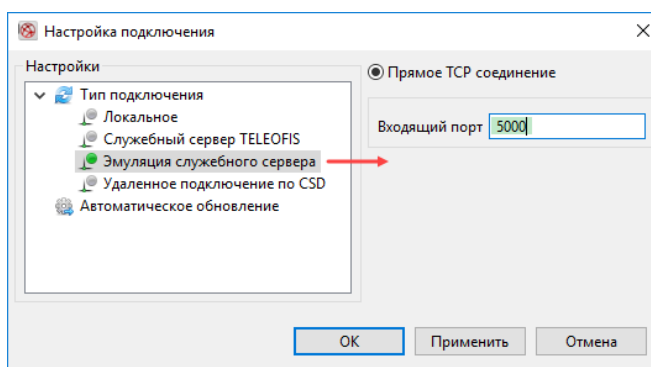

Рис. 34. Эмуляция служебного сервера.
4. В меню **Настройки подключения** («шестерёнки») в левой части окна выберите тип подключения **Эмуляция служебного сервера** и задайте для него номер входящего порта локального компьютера, к которому терминал будет подключаться для удалённой настройки (в нашем примере — порт 5000) (Рис. 34).